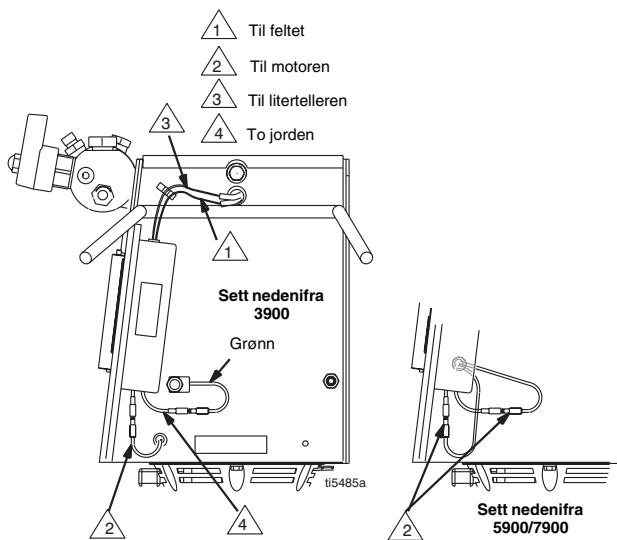

FIG. 12
- FIG. 12. Kople fra alle nødvendig ledninger.
- FIG. 12. Kople til alle nødvendige ledninger.